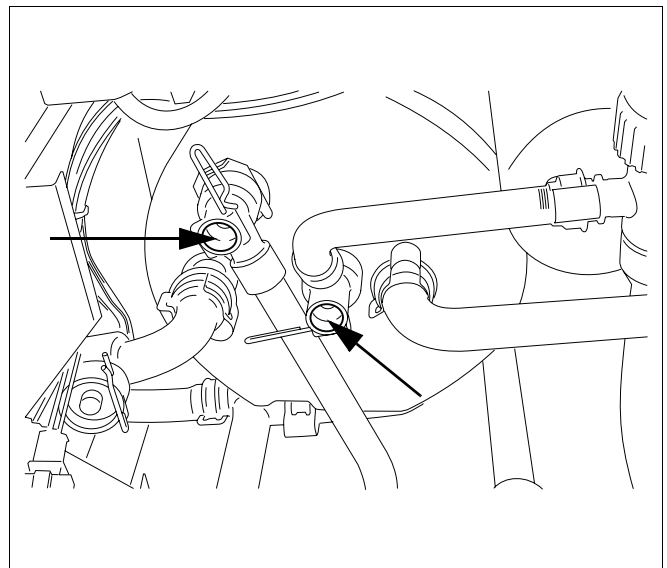

Bild 54 Spülanschlüsse aufstecken
- Speichertemperatursensor und Auslauftemperatursensor abziehen und an deren Stelle die Spülanschlüsse aufstecken (→ Bild 54).